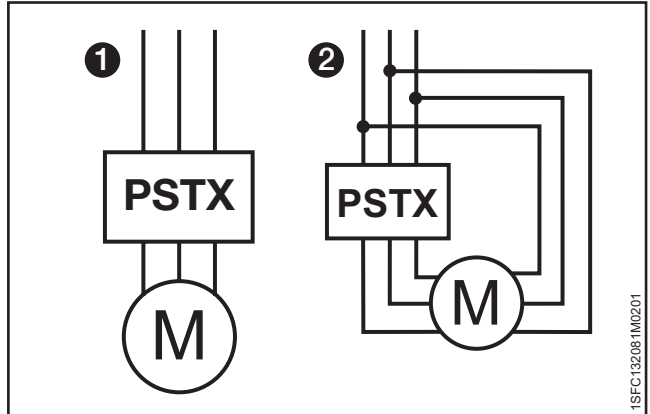

图 2.1 外接 (1) 和内接 (2) 连接方式
您可以采用外接 ① 和内接 ② 方式连接 PSTX 软起动机，请参见图 2.1。